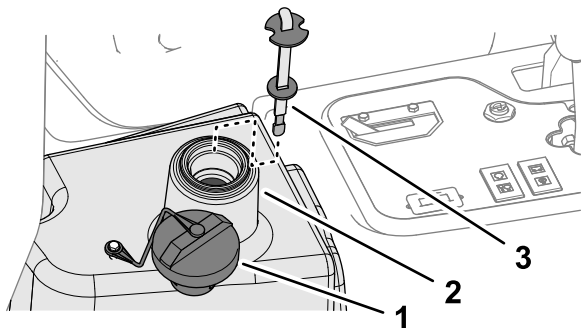

Рисунок 88
2. Очистите зону вокруг заливной горловины и крышки гидравлического бака (Рисунок 88) и снимите крышку.